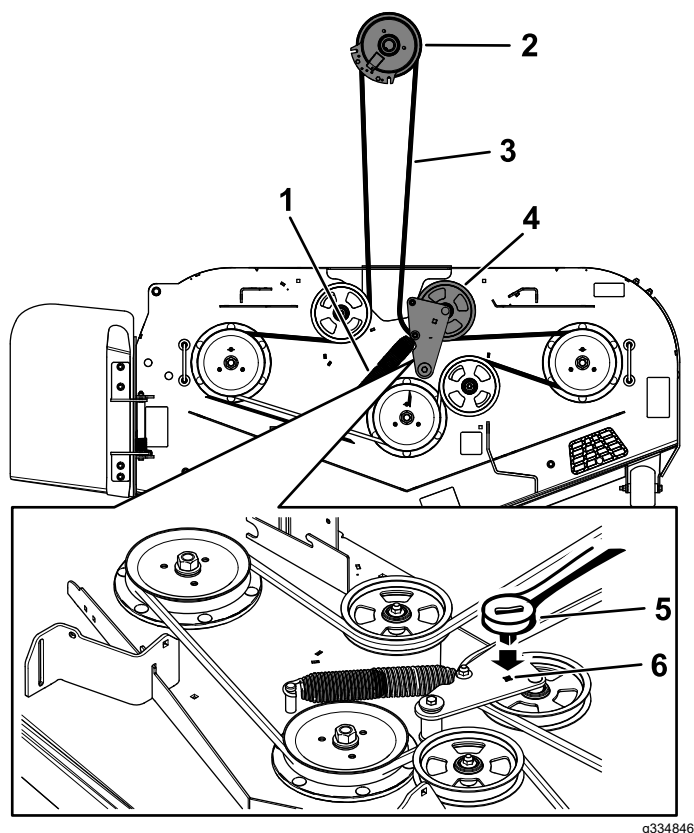

Figura 60
8. Utilice una llave de carraca de  $\frac{3}{8}$ " en el taladro cuadrado del brazo tensor para aliviar la tensión del muelle tensor (Figura 60).
10. Instale la guía de la correa en el brazo tensor tensado con muelle (Figura 60).
12. Pase la correa nueva alrededor de las poleas de la segadora y de la polea del embrague, debajo del motor (Figura 60).
13. Instale la guía de la correa en el brazo tensor (Figura 60).
14. Con la ayuda de la llave de carraca de  $\frac{3}{8}$ " en el taladro cuadrado, instale el muelle tensor (Figura 60).